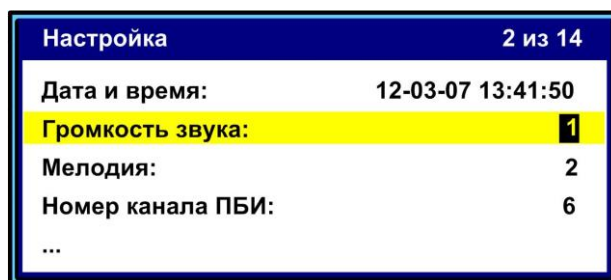

Рисунок 32 – Режим корректировки громкости звука
4.10.7.1 В режиме ожидания нажать кнопку **[*]** и выбрать пункт меню «**Настройка**» → «**Громкость звука**» и нажать кнопку **[Режим]**. Аппарат переходит в режим корректировки громкости звука (см. рисунок 32).